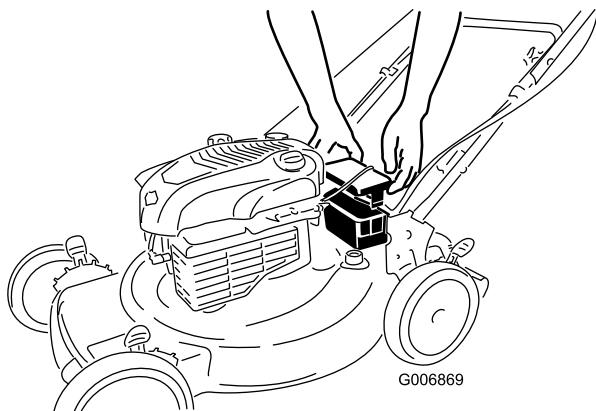

Bild 7
- Lösen Sie die beiden Clips an der Batteriefachabdeckung und nehmen Sie sie ab (Bild 7).